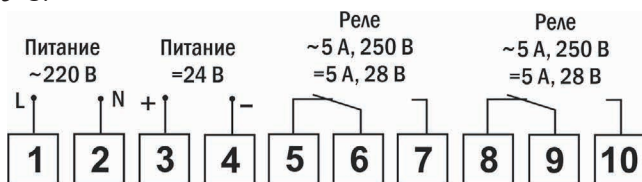

Рис. 3. Схема подключения
5. Подключите датчик к внешнему оборудованию согласно схеме подключения (рис. 3).